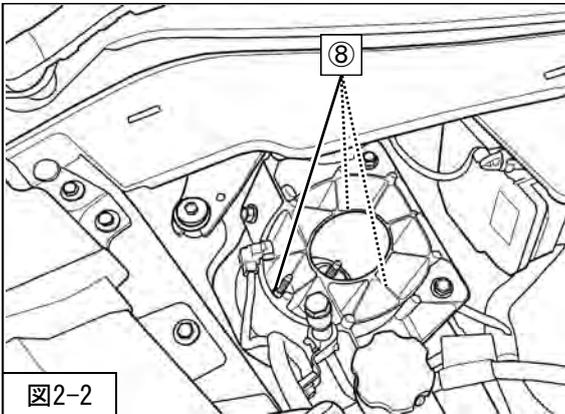

図2-2
⑧フロントサスペンションASSYアッパー取付ナット（締付トルク：30N・m）を車両に取付けてください。（図2-2）